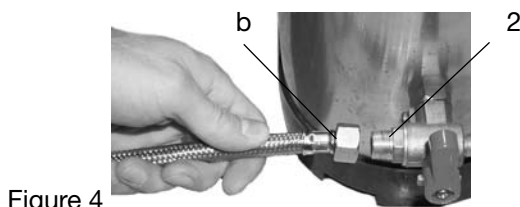

Figure 4
- 2) Raccorder le tuyau **b**, de l'aspiration de la pompe interne, au robinet **2** de l'adoucisseur (figure 4).